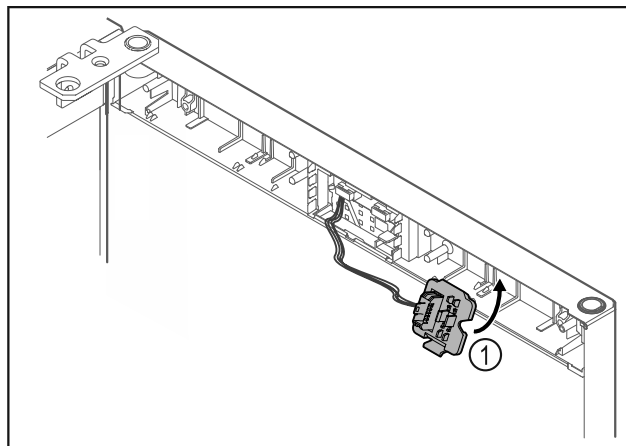

Fig. 15
- Paina pistokkeenpidin Fig. 15 (1) paikalleen vastakkaiselle puolelle.